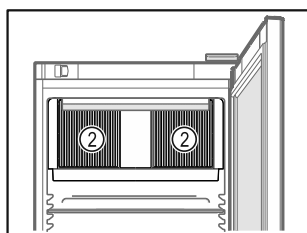

Fig. 56
- ❑ A belső térben lévő keringető ventilátor szellőzőnyílásait Fig. 56 (2) tartsa szabadon.